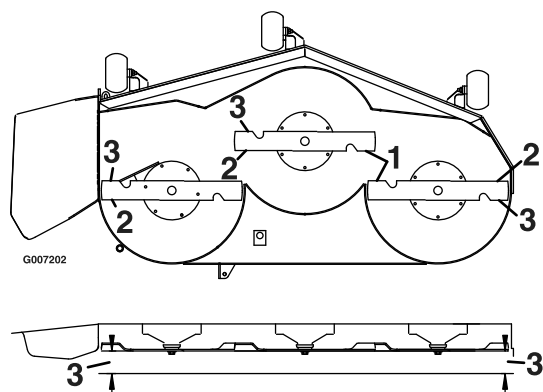

Bild 69
4. Messen Sie den Abstand zwischen den äußeren Schnittkanten und der ebenen Oberfläche (Bild 69).